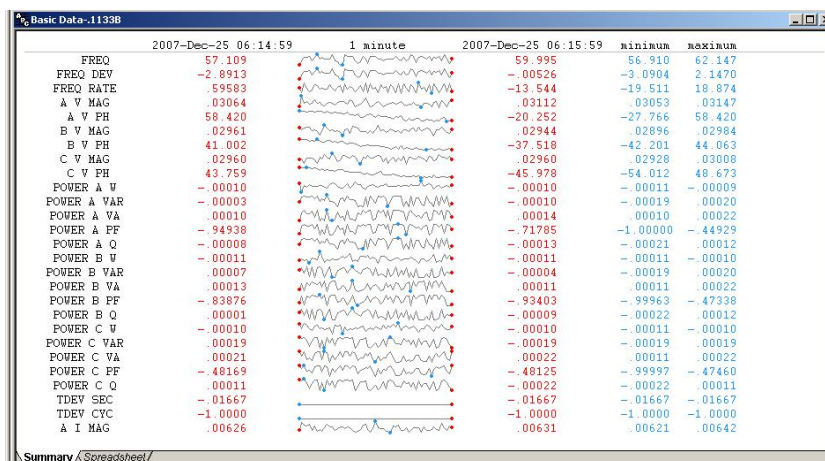

Рисунок 52
9.2.4 Измеренные данные можно просмотреть как в окне Summary (Общая статистика), рисунок 52, так и в окне Spreadsheet (в виде информационных таблиц), рисунок 53